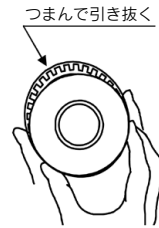

図2 ピストンパッキンの取外し
- ③5 ピストンパッキン: 図2のように取外してください。
- ④2 シリンダチューブガスケット: 精密ドライバーなどで抜き取ります。